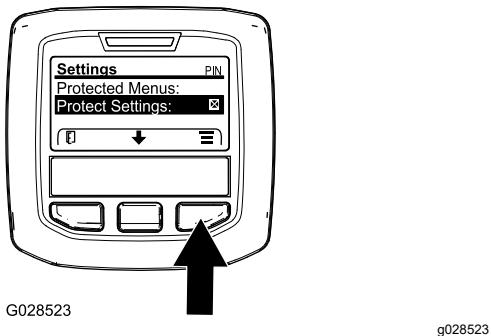

Рисунок 18
1. В MAIN MENU (Главном меню) с помощью средней кнопки прокрутите меню вниз к пункту SETTINGS MENU (Настройки), и нажмите правую кнопку (Рисунок 18).